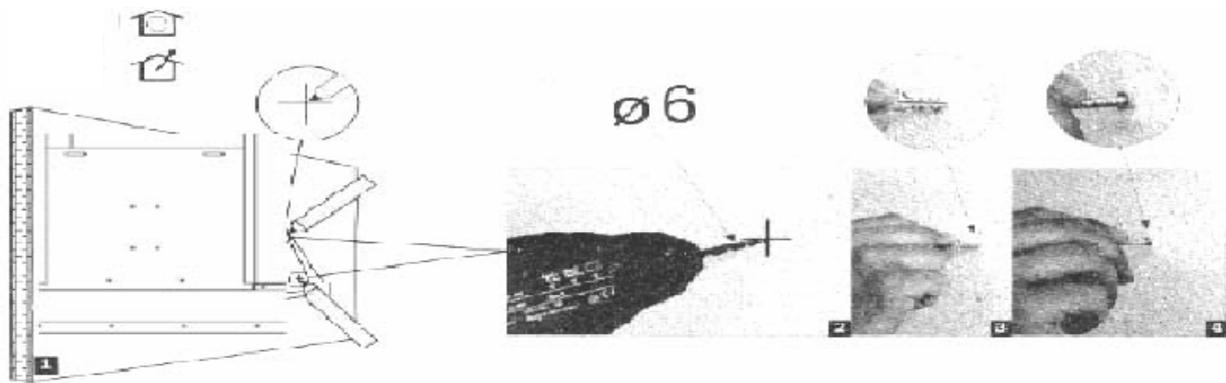

Рис. 3
3. Отверстия в стенке сверлите на обозначенных местах при помощи сверла диаметром 6 мм (смотрим рис. 3 ).